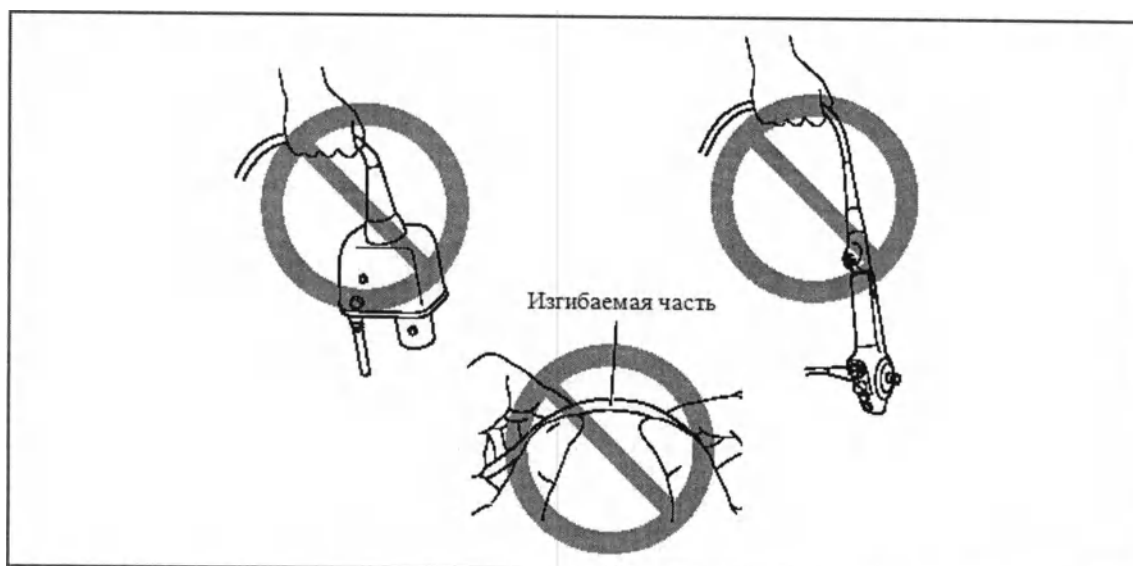

Рисунок 3.3
- НЕ скручивайте, НЕ вращайте и НЕ перегибайте чрезмерно любые защитные уплотнения для уменьшения натяжения [как показано на рисунках 3.2. (A) и (B)]. Несоблюдение этого может повредить инструмент. Особенно осторожно обращайтесь с защитным уплотнением для уменьшения натяжения вводимой части [как показано на рисунке 3.2 (A)] из-за ее маленького диаметра.
- При транспортировке инструмента НЕ несите и НЕ берите его только за кабель от внешнего источника питания или вводимую часть. Кроме того, не сжимайте и не сгибайте чрезмерно изгибаемую его часть (рисунок 3.3). Иначе это приведет к повреждению инструмента.